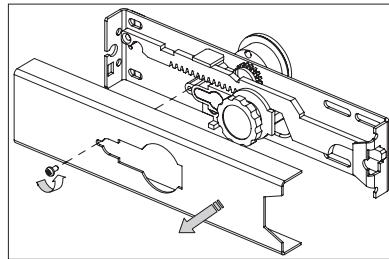

Рис. 44.1
- Вывернуть винт крепления и снять крышку замка (рис.44.1).